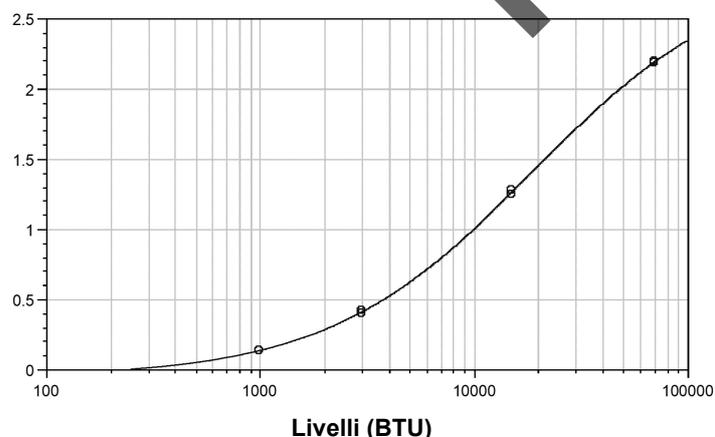

Figura 1
*Nota: i risultati presentati nella tabella 6 e nella figura 1 sono esempi e sono forniti solo a scopo dimostrativo. Per ogni serie di campioni da analizzare deve essere generata una nuova curva di calibrazione.*